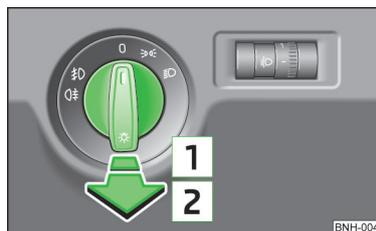

Fig. 19
- Faites d'abord tourner le commutateur des feux » fig. 19 sur la position  ou .
- Faites d'abord tourner le commutateur des feux » fig. 19 » page 34 sur la position  ou .